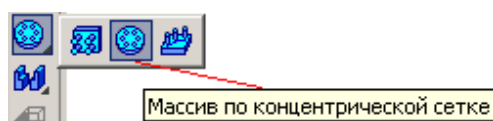

Рисунок 7.9 – Команда Массив по концентричній сітці
1. Виділіть зуб у дереві побудови, в тому випадку якщо виділення зняте, виберіть команду побудови **Масиву по концентричній сітці** (рис. 7.9).